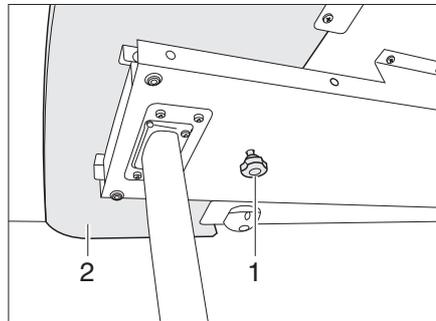
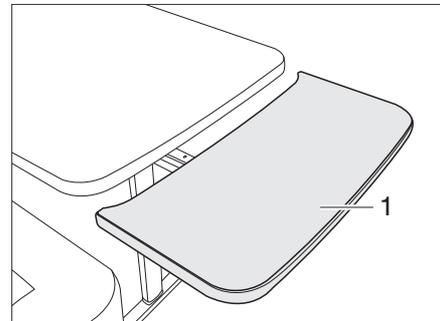

Bild 77 Verriegelung der Tischplattenverlängerung
Bild 78 Tischplattenverlängerung
- Rändelschraube (Bild 77,1) lösen.
- Tischplattenverlängerung (Bild 77,2) bis zum Anschlag herausziehen (Bild 78).
- Tischplattenverlängerung (Bild 78,1) in einem Bogen nach oben führen. Die Tischplattenverlängerung liegt bündig an der Tischplatte an.
- Tischplattenverlängerung (Bild 78,1) bis zum Anschlag von der Tischplatte wegziehen und gegen den Widerstand der Haltefedern nach unten drücken. Die Tischplattenverlängerung fährt in einem Bogen nach unten (Bild 78).
- Rändelschraube (Bild 77,1) festziehen.